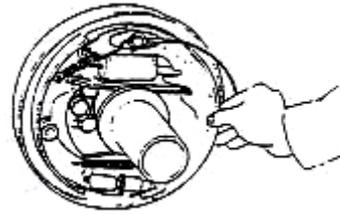

Рисунок 2-14
(4) Снимите главную и вспомогательную тормозные колодки. Также снимите регулятор и пружину регулятора. См. Рис. 2-14